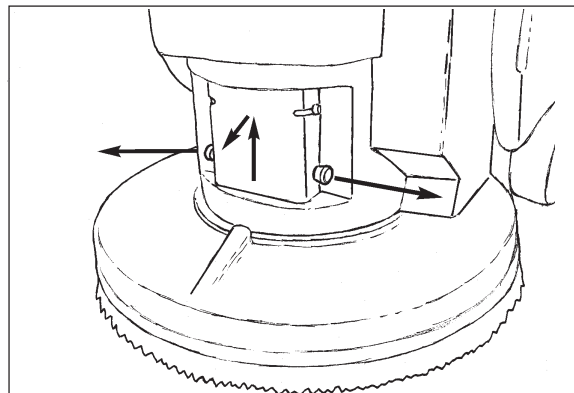
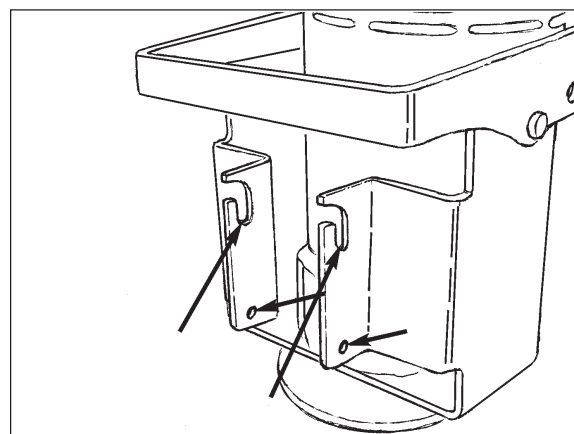

Figure 18
Figure 19
- Étape Volume - À l'étape Volume du chargement, le voyant rouge est illuminé sur le chargeur (Voir Figure 18). Pendant cette étape, le chargeur fournit sa puissance ampère totale aux batteries. Il continuera à charger les batteries à ce taux jusqu'à ce qu'elles atteignent environ 75% de leur capacité.
**N.B. :** Il n'est pas nécessaire de retirer l'assemblage du boîtier de la brosse lorsque vous retirez ou installez la brosse ou le porte-disque. Pour un meilleur accès à la brosse ou lorsque vous faites monter la machine sur une rampe, l'assemblage du boîtier de la brosse peut être retiré. Pour retirer l'assemblage du boîtier de la brosse, tirez vers l'extérieur la tige sur ressort située sur le côté gauche du boîtier, puis tirez, vers le haut et vers l'extérieur, l'assemblage du boîtier de la brosse (Voir Figure 18). Réinstallez l'assemblage du boîtier de la brosse dans l'ordre inverse, en s'assurant que la barrette dans le boîtier de la brosse est insérée dans les deux fentes situées dans le bâti du moteur et que la tige sur ressort est fixée en position (Voir Figure 19).